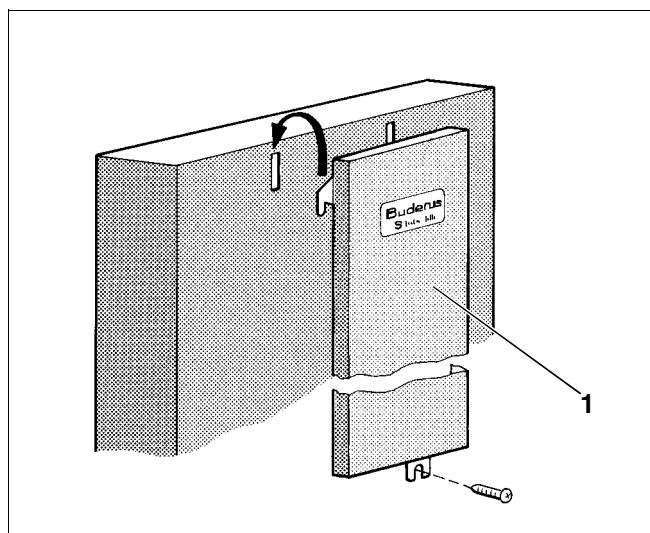

Fig. 21 Montaj panou frontal
- Prindeți (Fig. 21, **Poz. 1**) panoul frontal cu 2 cârlige în fanta ușii cazanului.